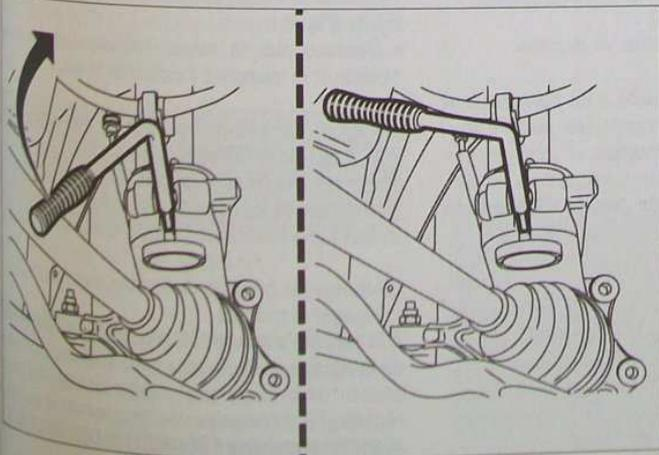
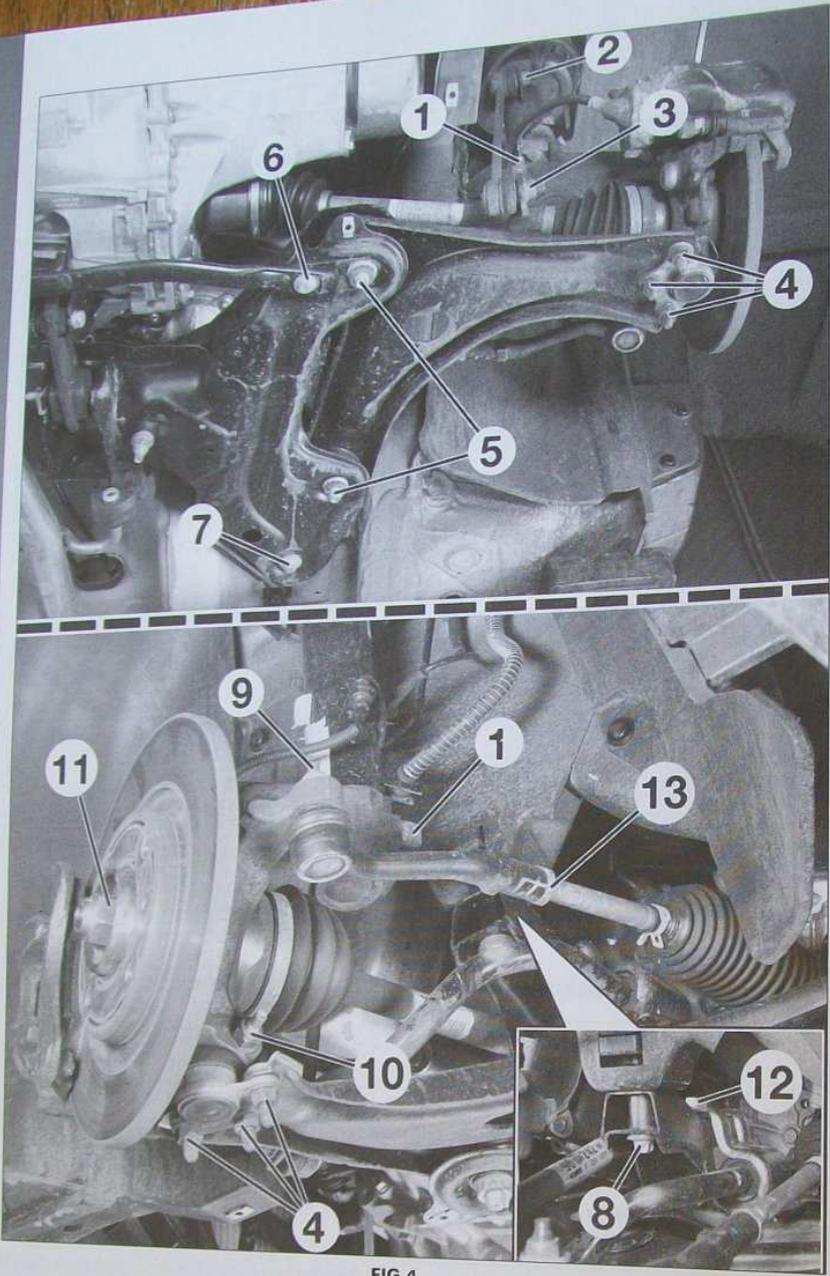
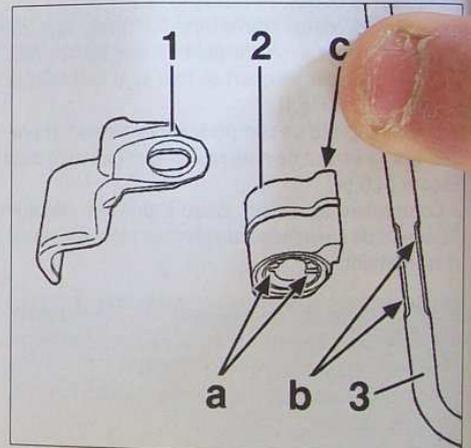

FIG.1
FIG. 4
FIG. 5
- Déposer l'écrou (2) de la biellette et désaccoupler celle-ci de l'élément de suspension (Fig.4).
- Déposer le boulon de bridage (1).
- Introduire, dans l'ouverture du pivot, une clé appropriée (par exemple outil Facom DS.12), puis lui faire effectuer un quart de tour et la laisser dans cette position (Fig.1).
- Déposer la clé d'écartement et mettre en place le boulon de bridage (1) (Fig.4).
- l'écrou (3) de la biellette de liaison de barre stabilisatrice et la désaccoupler (Fig.4).
- les vis de fixation (7) et (8) du berceau afin d'écartier celui-ci sans le déposer (voir opération concernée).
- la vis de fixation (12) du palier de la barre stabilisatrice.
- la bride du palier (1) (Fig.5).
- vérifier l'état des paliers élastiques (2) de la barre stabilisatrice (3) puis veiller à les engager sur celui-ci, en alignant leurs méplats intérieurs (a) avec ceux de la barre (b) et en orientant leur bossage (c) vers le haut de la bride (1) (Fig.5).
- Déposer le boulon de bridage (10) de la rotule inférieure (Fig.4).
Débrancher l'écrou de transmission (11) (Fig.4).
- le boulon de bridage (1) de l'élément de suspension (Fig.4).
- le boulon de bridage (10) de la rotule inférieure.
- l'écrou (9) de la rotule de direction et la désaccoupler du pivot à l'aide d'un extracteur approprié.
- Introduire, dans l'ouverture du pivot, une clé appropriée (par exemple outil Facom DS.12), puis lui faire effectuer un quart de tour afin de libérer le pivot de l'élément de suspension (Fig.1).